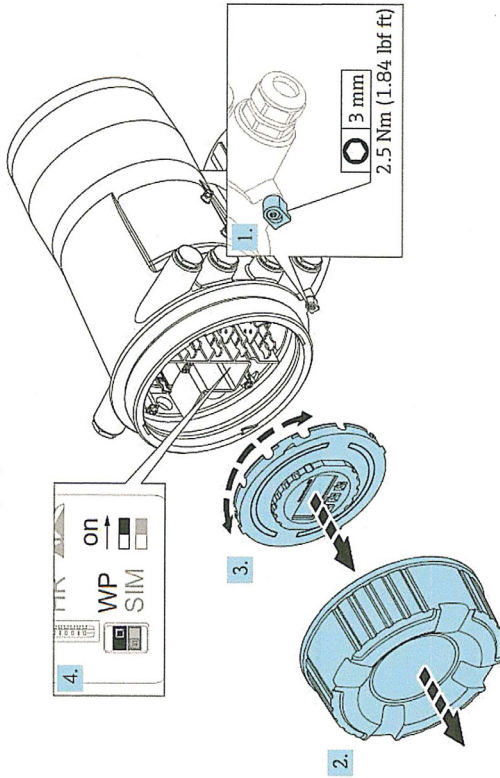

Abbildung 20: Versiegelung durch Umlegen des Eichschalters
Die Versiegelung des Proservo NMS8x erfolgt über den in Abbildung 20 gekennzeichneten Schreibschutz-Schalter (WP).